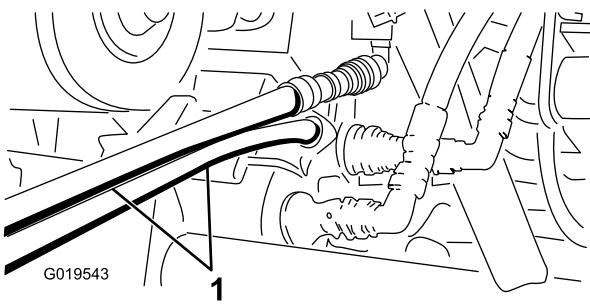

図 77
4. 救援側のワークマンのカップラ・ブラケットのにまだついているカップラに、救援用ホースを接続する（上のホースは上のカップラに、下のホースは下のカップラに接続する（図 77）。使用しないフィッティングにはキャップをかぶせておく。